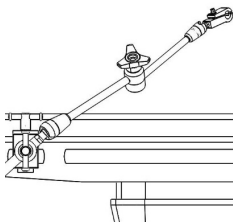

Figure 1
- Insérez un **bras articulé** (AL-0110) dans chacune des **pinces de table pivotantes**. Positionnez le **bras articulé** et la **pince de table** de sorte qu'ils soient inclinés le plus bas possible et qu'ils n'entravent pas le mouvement du chirurgien (Figure 1).